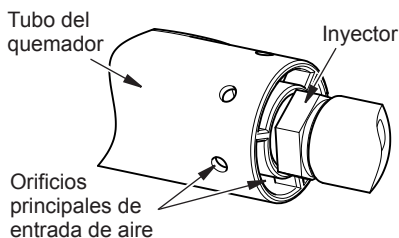

Figura 28 - Quemador y soporte del inyector
2. Inspeccione el quemador, el piloto y los orificios de entrada de aire principales del inyector en busca de polvo y suciedad (consulte Figura 28).